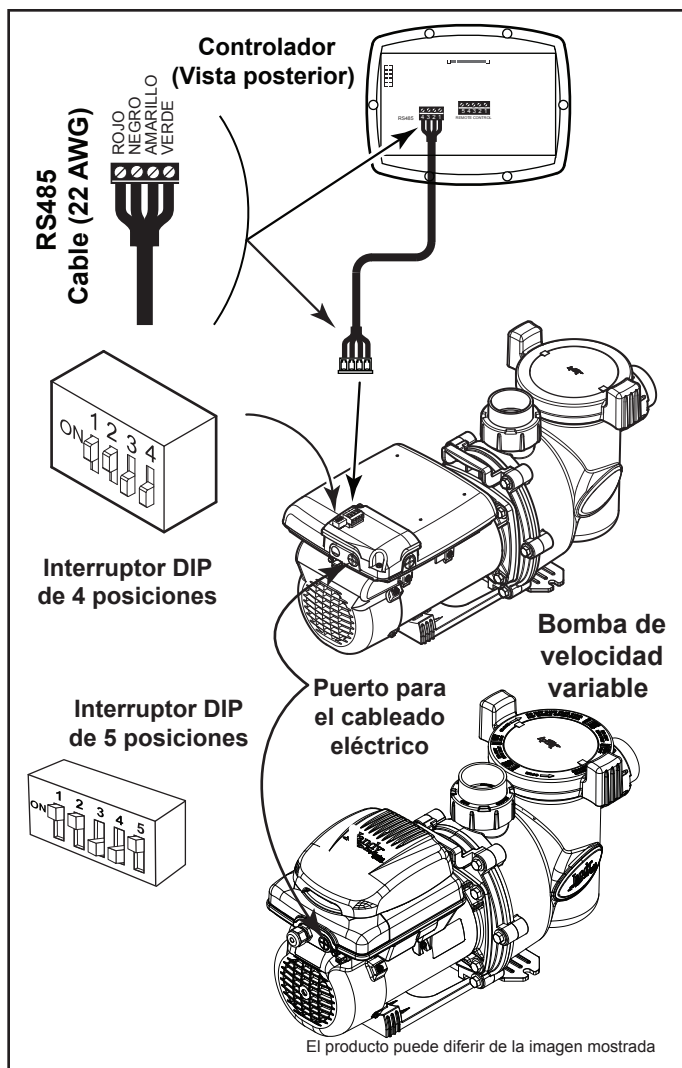

Figura 9. Cableado del controlador de velocidad variable (JEP-R)
4. Inserte los cuatro (4) cables del cable RS-485 al conector RS-485. Haga coincidir los colores de los cables con las posiciones del conector de la siguiente manera: 1- rojo, 2- negro, 3- amarillo y 4- verde. Véase Figura 9.
6. Para la VS-FHP2.0, deslice los interruptores DIP 1 y 2 hacia arriba, quedando en la posición "ON" (encendido) y los interruptores 3 y 4 hacia abajo, quedando en la posición "OFF" (apagado). Véase Figura 9.